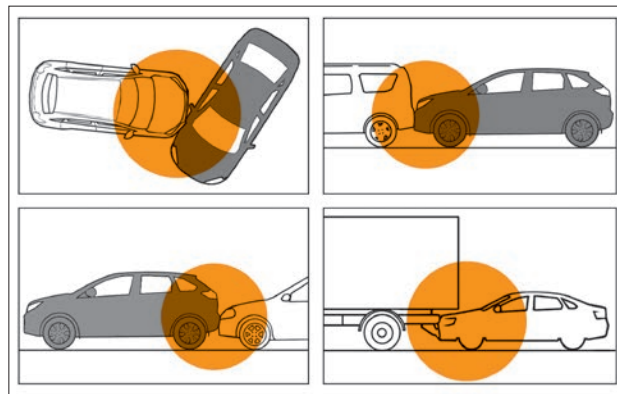

Рис. 11. Примеры ситуаций с возможным несрабатыванием подушек безопасности водителя и переднего пассажира
- при ударах в автомобиль вне зоны действия и срабатывания или сзади, т. е. в случаях, когда подушка не может способствовать повышению безопасности (рис. 11).